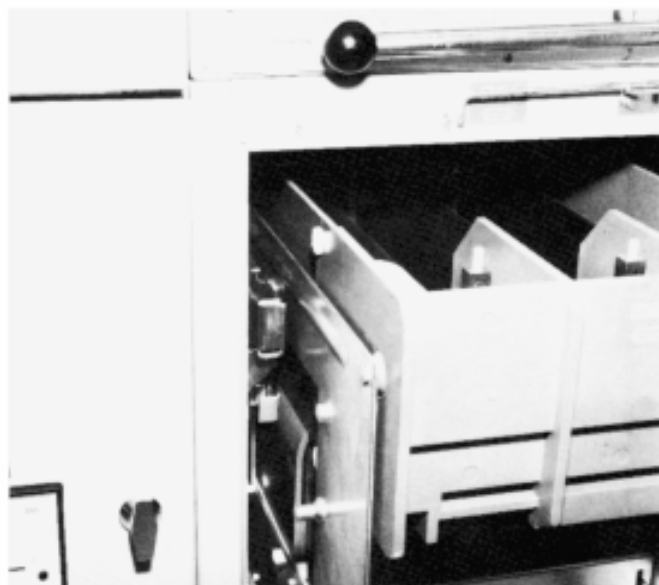

Fig. 31 Rotelle posteriori inserite
- sollevare il carrello (fig. 30) in modo da inserire le rotelle anteriori nelle guide di scorrimento (fig. 31)
- lift the truck (fig. 30) so as to insert the front wheels in the sliding guides (fig. 31)